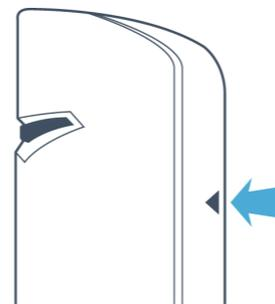

IMAGEN 3.
4.1 Antes de instalar el sensor, es necesario registrarlo con el sistema de seguridad Ajax. Para registrar el sensor, se requiere cambiar el interruptor del receptor de sistema de seguridad Ajax al modo «Add Device» (agregar dispositivo) (el manual del receptor explica como hacerlo) y poner el interruptor «2» (IMAGEN 3) en el sensor a la posición «ON» (encendido). La luz del sensor debe parpadear al momento de encenderla. La solicitud de registro es transmitida solamente cuando el sensor es encendido. En caso de que el registro no sea exitoso, apague el sensor y espere 5 segundos y encienda de nuevo. Si la luz del sensor parpadea constantemente (cada segundo durante un minuto), Significa que el sensor no se ha registrado. La luz parpadea de la misma forma si el sensor es borrado de la lista de registro. Los sensores no-registrados también parpadean por 3 segundos durante cada activación.
5.5 Para poder conectar un cable de sensor adicional, conéctelo al cable con su enchufe "4" (IMAGEN 3) en el sensor, y pase el cable por la apertura del sensor quitando la cubierta. "5" (IMAGEN 3) del sensor.